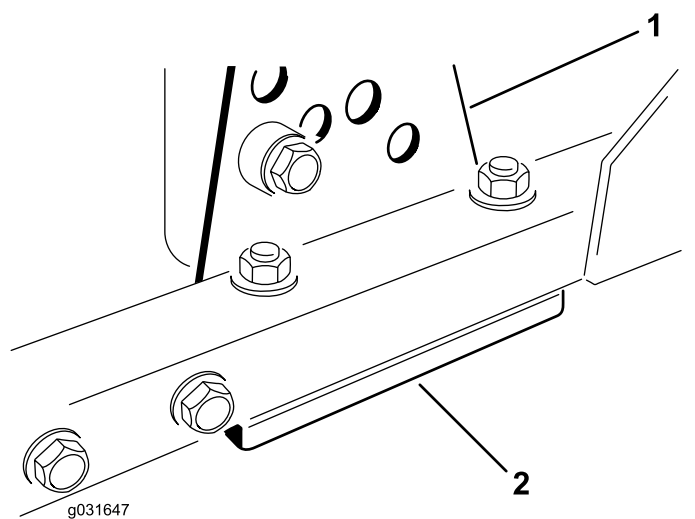

図 71
1. 刈り高ブラケット前、左、右をカuttingユニットのフレームから外す 図 71。
2. カuttingユニットのフレームとブラケットとの間に厚さ 1.5mm または 0.7mm のシム、場合によってはこれらの両方を挿入して、希望する刈高を達成する 図 71。
3. 余ったシムを刈り高ブラケットの下に入れ、刈り高ブラケットをカuttingユニットのフレームに取り付ける 図 71。